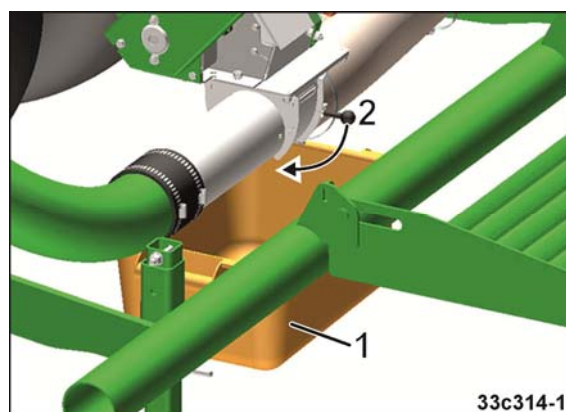

Fig. 58
3. Poser un auget d'étalonnage (Fig. 58/1) sous l'unité de dosage.
4. Ouvrir le clapet du sas d'injecteur (Fig. 58/2).